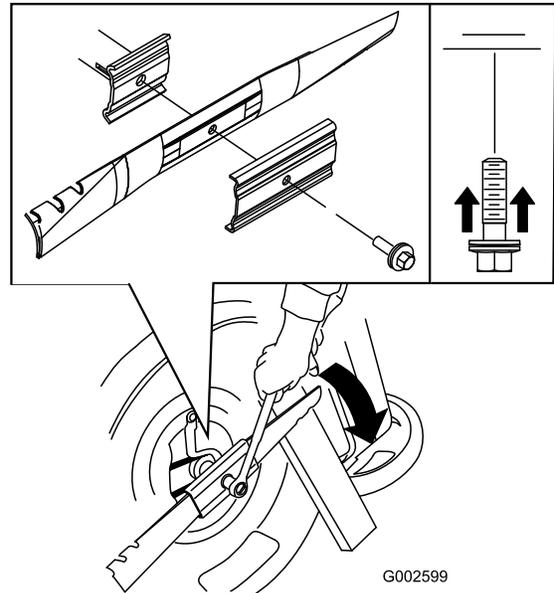

Figura 23
5. Instale la cuchilla nueva (gire el perno de la cuchilla en el sentido de las agujas del reloj) y todos los herrajes de montaje (Figura 23).